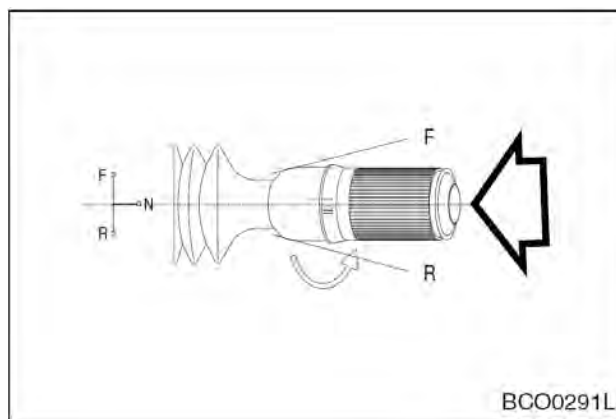

Рис. 44
3. Нажать кнопку на конце правого рычага управления. (Рис. 44). Данная кнопка поддерживает скорость двигателя, установленную вручную с помощью диска регулировки скорости двигателя. Ножная педаль управления не влияет на установленную таким образом величину.